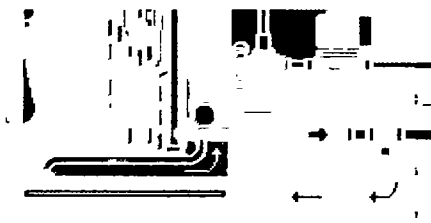

Рис. 60.16.
- ▶ В отличие от оттайки с отбором пара из нагнетательной магистрали, оттайка с использованием клапана обращения цикла не требует дополнительных трубопроводов, что может оказаться решающим фактором при выборе схемы оттайки. Кроме того, чтобы избежать необходимости использования электронагревателей для подогрева сливного поддона испарителя во время оттайки, можно установить обратный клапан и дополнительный трубопровод (см. рис. 60.16), через который отбирать горячий пар для подогрева сливного поддона.